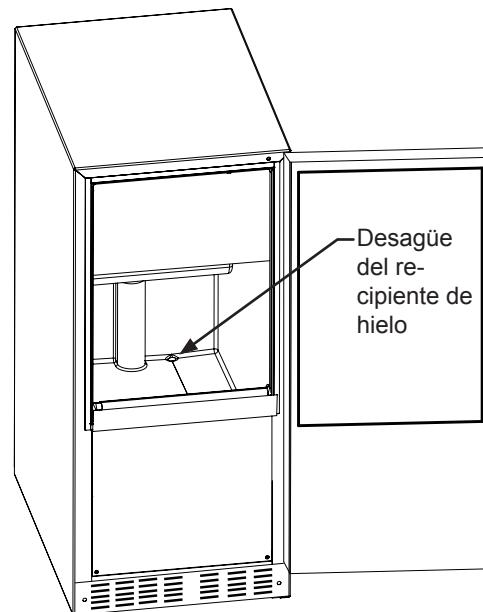
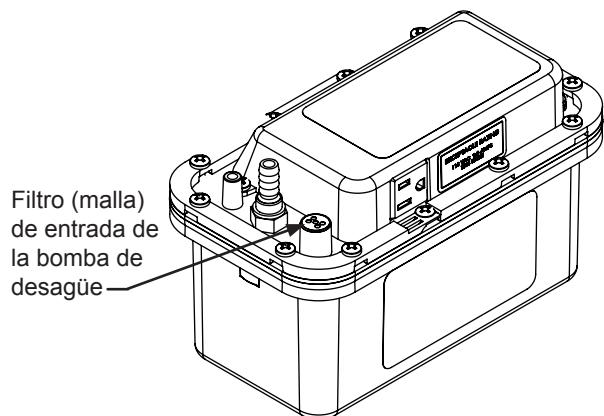

Figura 12
Figura 13
- Revise que el desagüe del recipiente de hielo dentro del gabinete está abierto y sin material extraño que pudiera obstruir el flujo de agua hacia la bomba de desagüe, vea la Figura 12.
- Revise que el tubo de entrada, desde de la válvula de desagüe de la máquina fabricadora de hielo hasta la bomba de desagüe, está abierto y sin material extraño. Inspeccione el filtro (malla) en la parte superior del tubo de entrada, para garantizar que nada está obstruyendo el flujo de agua hacia la bomba, vea la Figura 13.
- Revise el desagüe del recipiente de hielo (vea la Figura 12) y el filtro (malla) de entrada de la bomba de desagüe (vea la Figura 13) en busca de suciedad y limpie según se requiera.